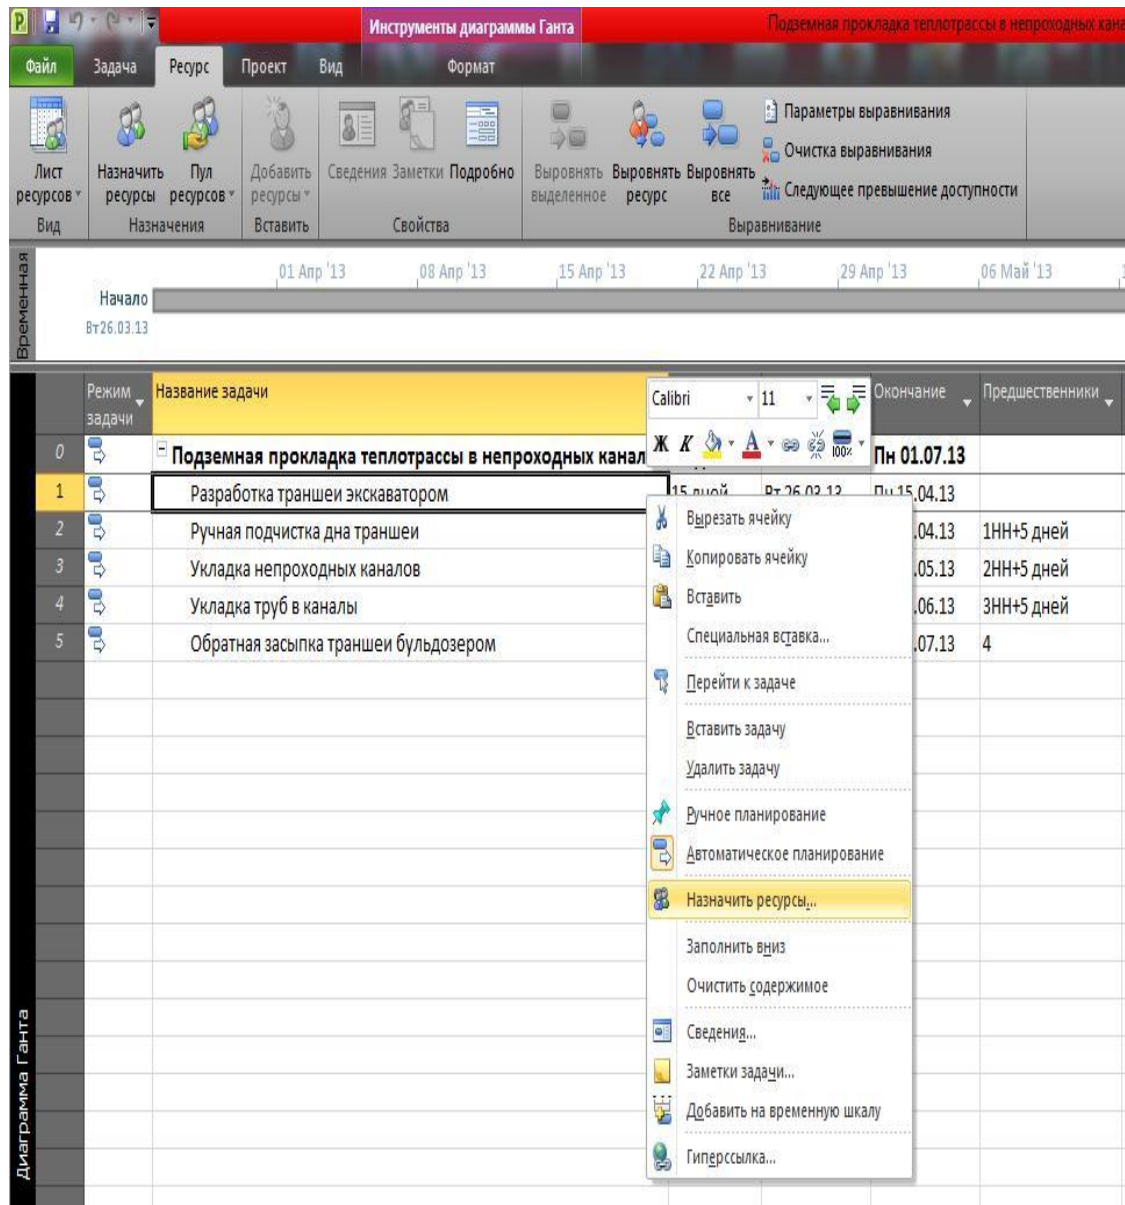

Рис. 18 Открытие окна «Назначение ресурсов» через контекстное меню
- 4) В появившемся контекстном меню выбираем команду «Назначить ресурсы ...» (рис. 18);